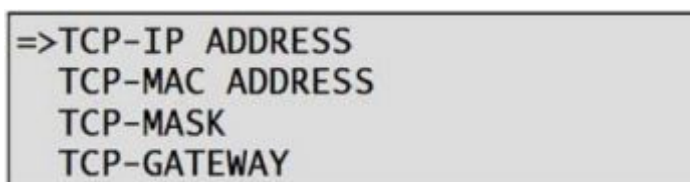

Рисунок 6.7 – Установка IP-адреса в приборе
1. **IP-адрес** определяет сетевой адрес удаленного устройства. Должен быть эквивалентен установленному IP-адресу в приборе (рисунок 6.7).